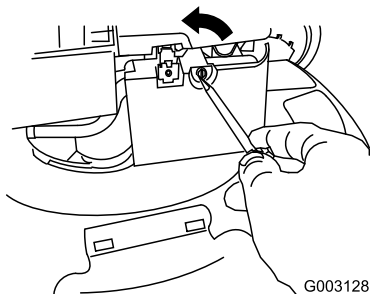

Figura 42
2. Aprite il coperchio del filtro dell'aria con un cacciavite (Figura 42).